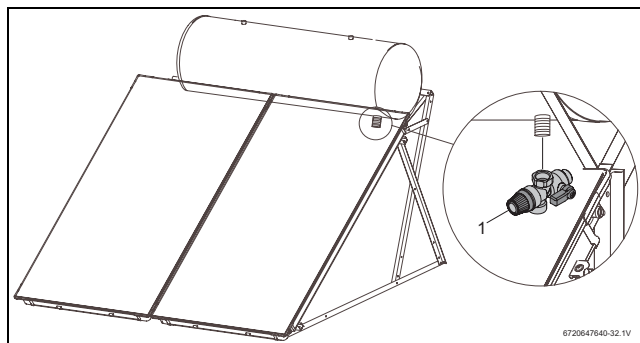

Fig. 61 Montage du groupe de sécurité
- Monter le groupe de sécurité de 10 bars sur l'entrée d'eau (→ fig. 61).
Si la pression d'entrée d'eau est supérieure à 80 % de valeur maximale admissible (10 bars), monter un clapet anti-retour. En raison des différences de températures et de pression au cours d'une journée, de l'eau peut s'échapper du groupe de sécurité (→ fig. 61, [1]). Assurer une évacuation appropriée de l'eau de fuite. Ne jamais bloquer l'écoulement du groupe de sécurité.